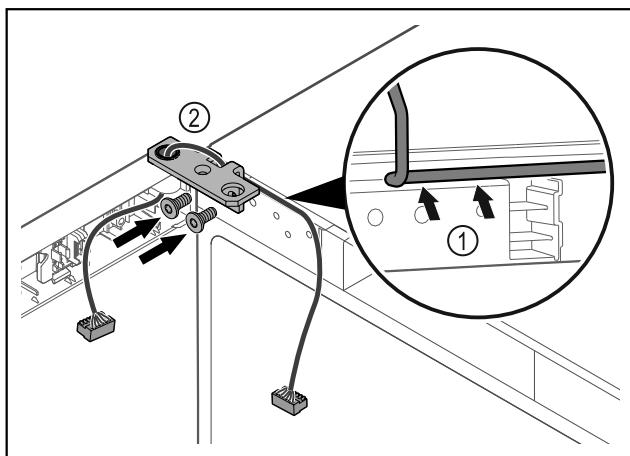

Fig. 58
- ▶ Provedite kabel kroz izrez na kutnoj šarci i oprezno ga položite Fig. 58 (1).
- ▶ Navrnite kutne šarke Fig. 58 (2).